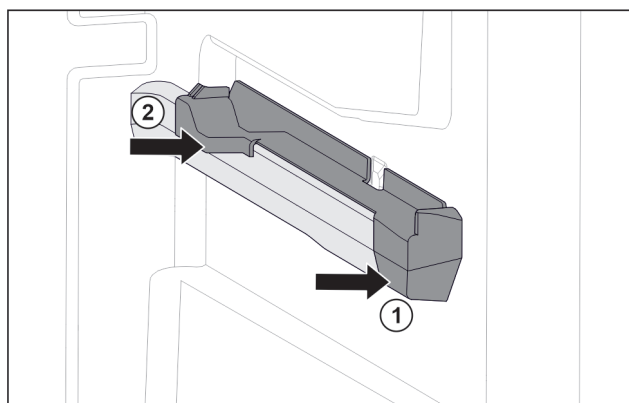

Fig. 44 Element nasadzany na prawym żebro pojemnika
- ▶ Umieścić element nasadzany z przodu na żebro pojemnika. Fig. 44 (1)
- ▶ Docisnąć element nasadzany z tyłu. Fig. 44 (2)